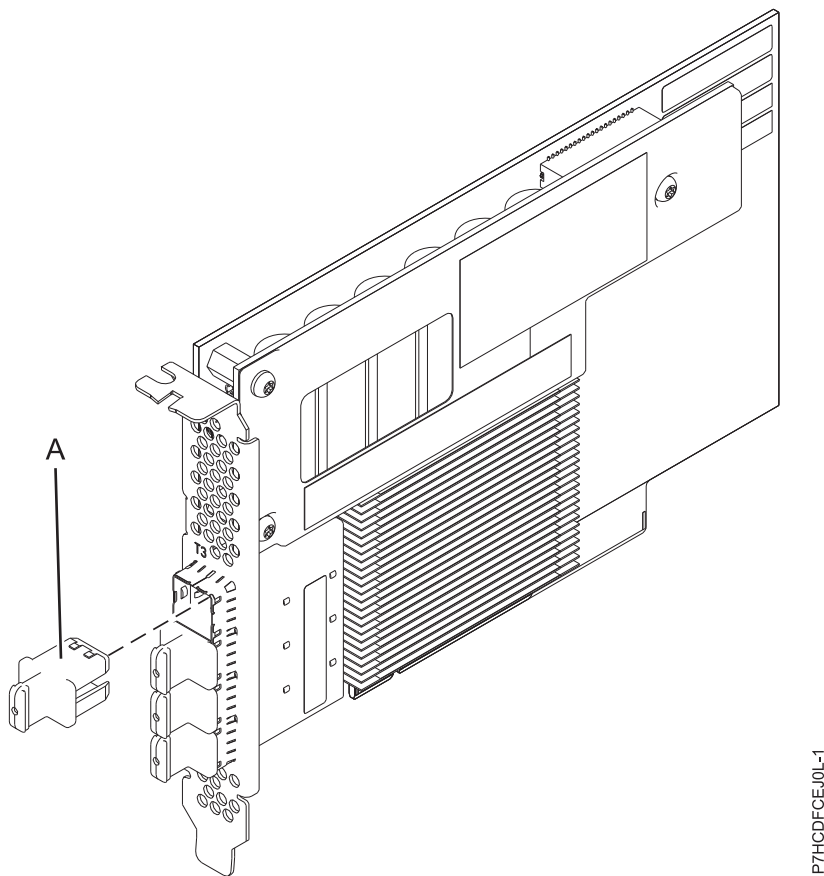

図 19. PCIe3 12 GB キャッシュ RAID SAS 6 Gb アダプター
62 ページの図 19 は、PCIe3 12 GB キャッシュ RAID SAS クワッド・ポート 6 Gb アダプターを示しています。コネクタ・プラグ (A) は、空白ポートに取り付けて、隣接したポート・コネクタのケーブルが差し込まれたり取り外されたりした場合のそのポートの損傷を防ぎます。
FC EJ0L は、シングル幅、フルハイトの short アダプターです。図 19 は、FC EJ0L アダプターを示しています。すべての FC EJ0L は、SAS RAID アダプターとペアになっているこのサーバーまたは別のサーバー上に、別の FC EJ0L を必要とし、キャッシュ機能およびその他のマルチニシエーター高可用性 (デュアル・ストレージ IOA) 機能を使用できるようにします。